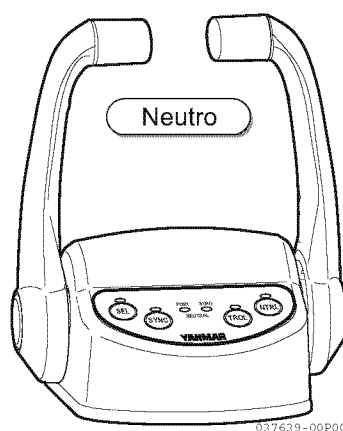
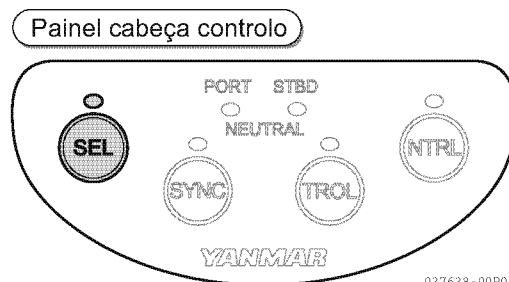

Figura 2
Figura 3
- A lâmpada do painel de interruptores surgirá e a lâmpada da cabeça de controlo (**Figura 2**) SEL (**Figura 3**) surgirá ou ficará intermitente.